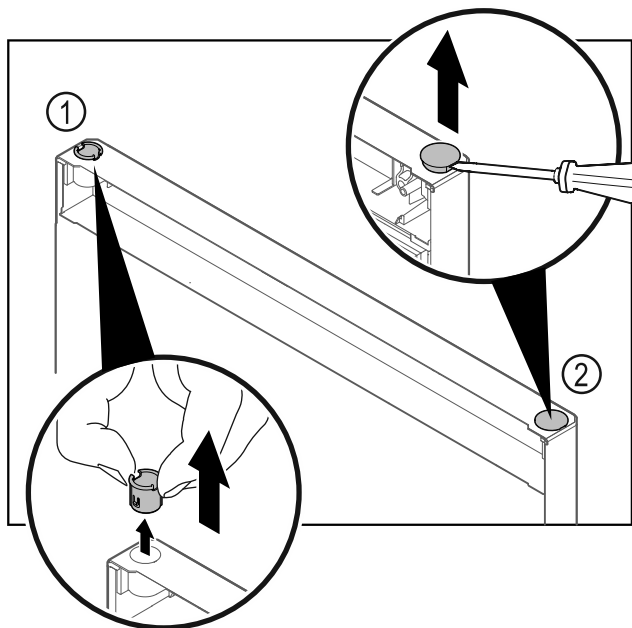

Fig. 30
- ▶ Wyjąć palcami tuleję zawiasu Fig. 30 (1).
- ▶ Zatyczkę osłonki Fig. 30 (2) ostrożnie podważyć przy pomocy śrubokręta płaskiego i wyjąć.